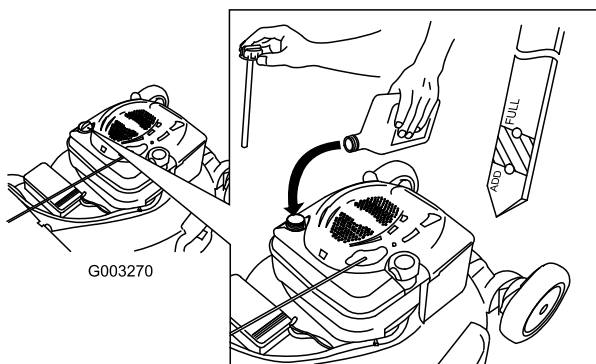

Bild 6
1. Ziehen Sie den Peilstab heraus (Bild 6).
2. Füllen Sie das Öl **langsam** in den Einfüllstutzen ein, um den Ölstand auf die Marke Voll am Peilstab anzuheben. **Bild 6 Füllen Sie nicht zu viel ein.** (Max. Füllstand: 0,59 l des Typs: Waschaktives SAE 30-Öl mit der Klassifizierung SF, SG, SH, SJ, SL oder höher durch das American Petroleum Institute (API).)